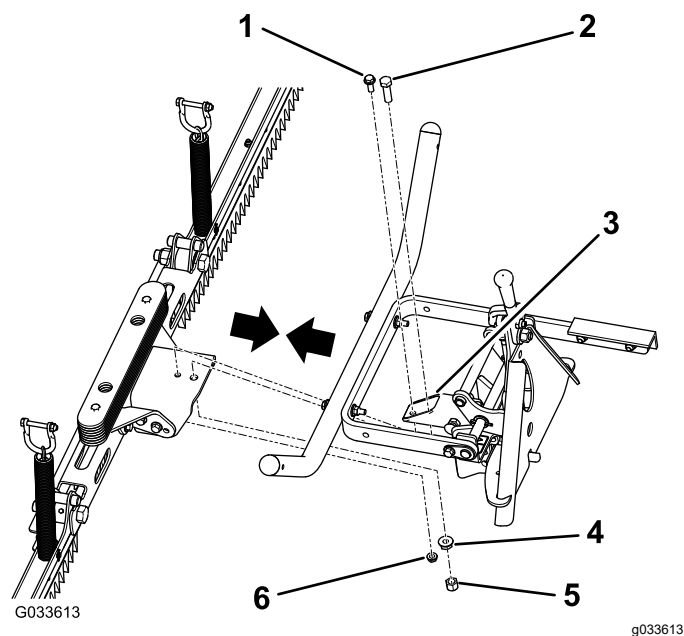

Рисунок 8
1. Совместите два отверстия в кронштейне в центре граблей в сборе с двумя отверстиями в трубе сцепного устройства (Рисунок 8).